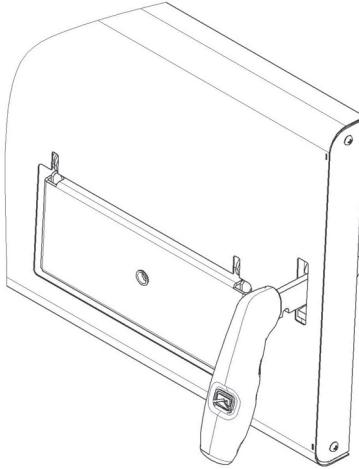

Рисунок 8.4
4. Смонтировать планку декора (Рисунок 8.4).